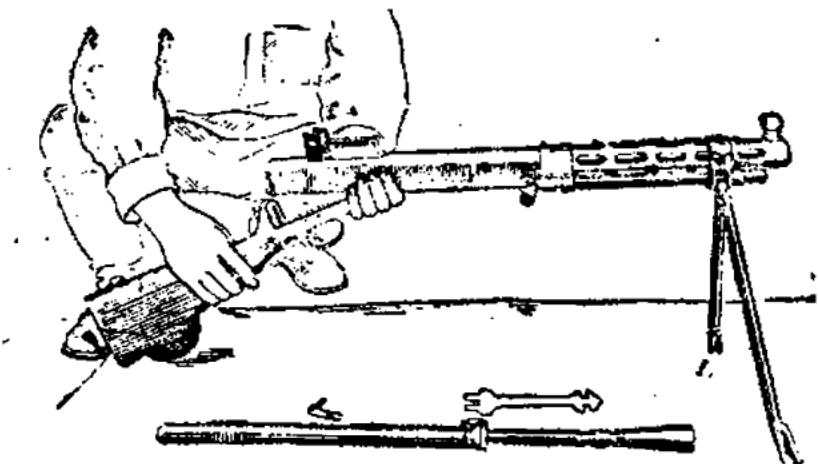

Рис. 11. Отделение спусковой рамы с прикладом
- поддерживая ствольную коробку ладонью левой руки впереди спусковой скобы и слегка приподняв пулёмёт, легким ударом ладони правой руки сверху по прикладу (у маслёнки) отделить спусковую раму с прикладом; при этом в момент удара ладонью по прикладу обхватить пальцами этой руки приклад, чтобы рама с прикладом не упала (рис. 11).